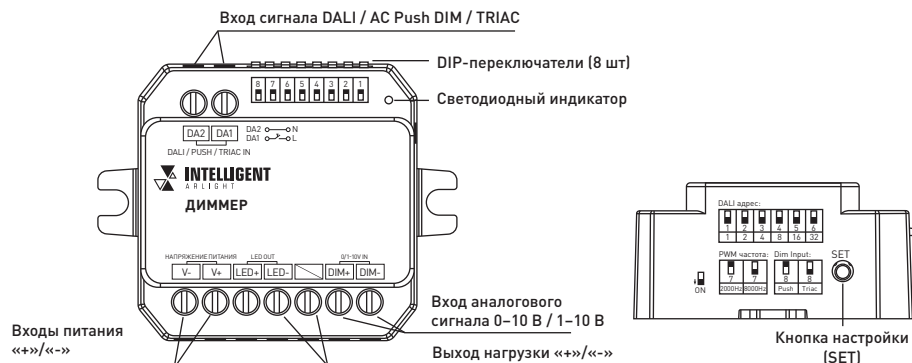

Рис. 2. Назначение элементов подключения и управления
- 3.4. Ознакомьтесь с назначением элементов подключения и управления диммера на рис. 2.